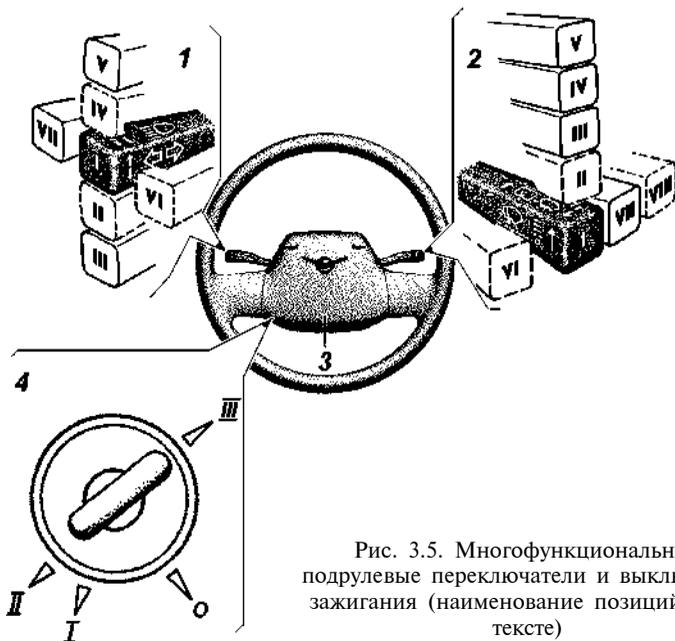

Рис. 3.5. Многофункциональные подрулевые переключатели и выключатель зажигания (наименование позиций см. в тексте)
- 2 -выключатель зажигания (рис. 3.5);
- 4 -многофункциональные подрулевые переключатели (рис. 3.5);
Многофункциональные подрулевые переключатели и выключатель зажигания (рис. 3.5):